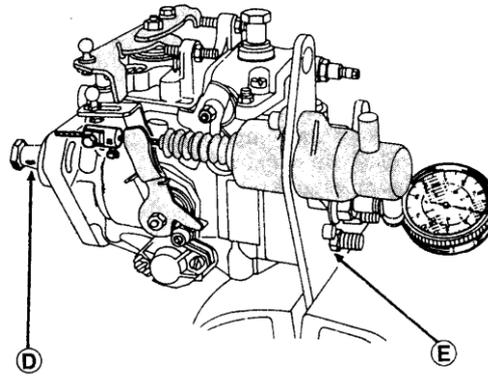

Fig.24
Tourner ensuite l'arbre d'entraînement (toujours dans le même sens de rotation) pour amener la clavette de l'arbre (D) (fig.24) juste avant l'axe de la sortie (E) correspondant au cylindre moteur n°1. A l'aide du vilebrequin tourner le moteur pour amener le piston du cylindre n°1 au P.M.H fin de compression (soit par un repère sur la poulie soit par un repère sur le volant moteur ou le plus souvent par l'engagement d'une pige de calage). Présenter la pompe d'injection sur le moteur en alignant la clavette d'entraînement avec le pignon. Mettre en place les vis ou écrous de fixation sans les serrer et ajuster la pompe en rotation jusqu'à ce que le cadran du comparateur indique la valeur indiquée par le constructeur (voir fiches techniques).